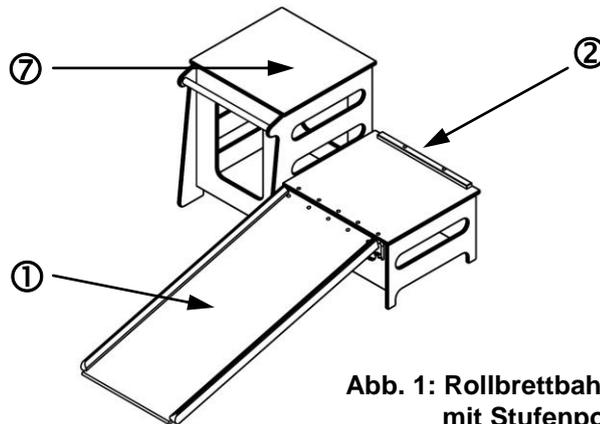

Abb. 1: Rollbrettbahn
Die Rollbrettbahn ① kann nur unter Verwendung des SPORT-THIEME-Stufenpodest ⑦ (Artikelnr.: 200 5906) genutzt werden (Siehe Abb.1). Alternativ ist unter Verwendung der Einhängehaken (Artikelnr.: 128 5664) das Einhängen in eine Sprosse möglich.